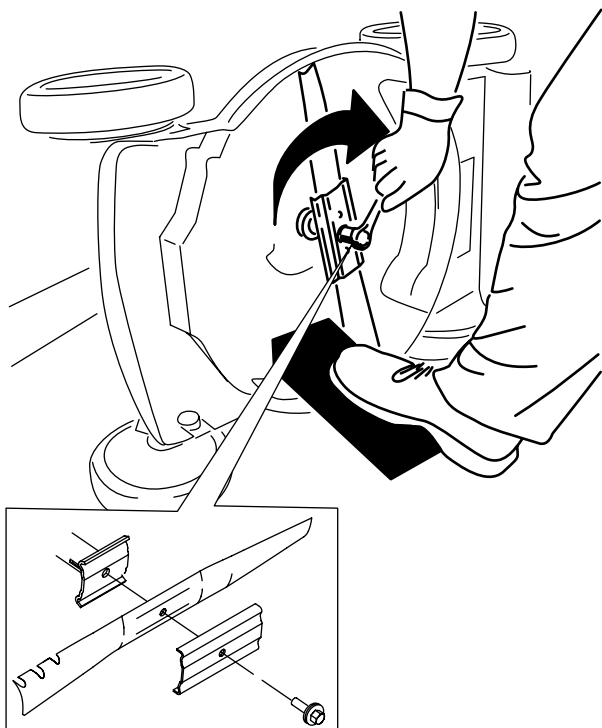

Figura 24
5. Instale la cuchilla nueva y todos los herrajes de montaje (Figura 24).